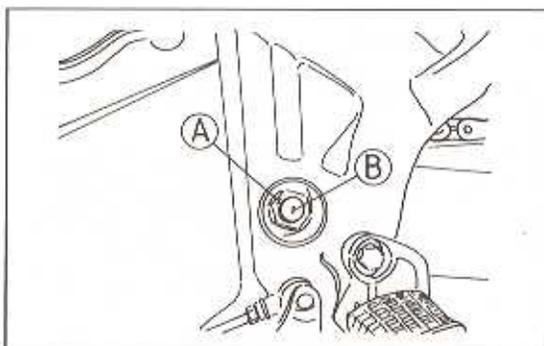

Bild 254
- Den Bolzen der Schwingenlagerung lösen. Die Mutter abnehmen, den Bolzen aber belassen (Bild 254).